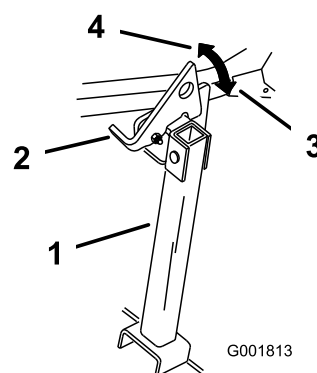

Figura 48
2. Levante o trinco para a posição desbloqueada (Figura 48).